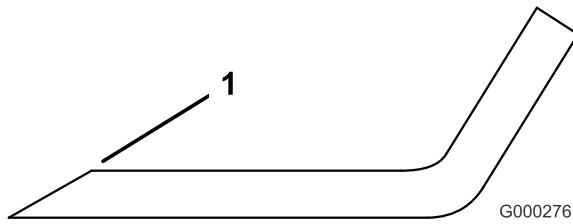

Figura 34
- 3. Inspeccione as extremidades de corte de todas as lâminas. Afie as extremidades de corte se estas apresentarem sinais de desgaste ou ranhuras. Afie apenas o lado superior da parte cortante e mantenha o ângulo de corte original para garantir um desempenho eficaz da lâmina (Figura 34). A lâmina mantém o equilíbrio se for retirada a mesma quantidade de metal de ambas as partes cortantes.